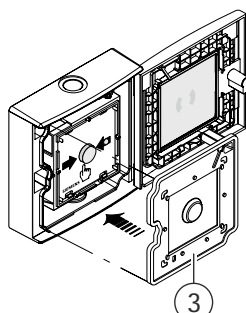

Fig. 3
1. Place the additional seal (Fig. 3, optional) over the switching unit (protection category IP65).
1. Zusätzliche Dichtung (Fig. 3, Option) über Schaltungseinsatz einlegen (Schutzart IP65).
1. Poser la garniture d'étanchéité supplémentaire (fig. 3, option) sur l'unité de commutation (type de protection IP65).